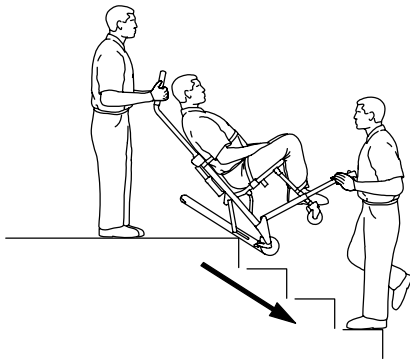

Figura 10 – Oruga acoplándose al primer escalón
7. Ambos operadores: conservando el ángulo, guíen la silla por el borde de las escaleras. Permitan que el sistema **Stair-TREAD** entre en contacto con el primer escalón (Figura 10).